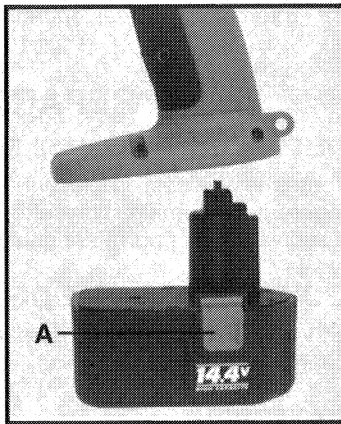

Fig. 4
Déprimez les deux boutons de relâchement de la batterie (A) Fig. 4 (un de chaque côté du bloc porte-piles) et tirez le bloc porte-piles hors de l'outil.